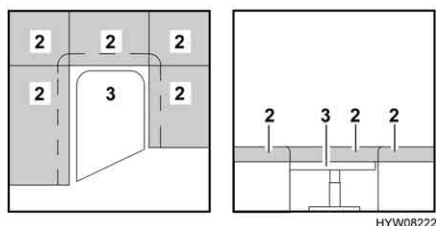

Fig. 72 Durante la trasformazione
- Trasformare il tavolo (Fig. 72,3) in struttura di supporto letto (vedi paragrafo 6.9).